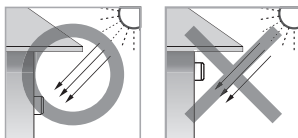

FIG.2
- Evite la sombra para efectuar el interruptor crepuscular (Ver FIG.2).